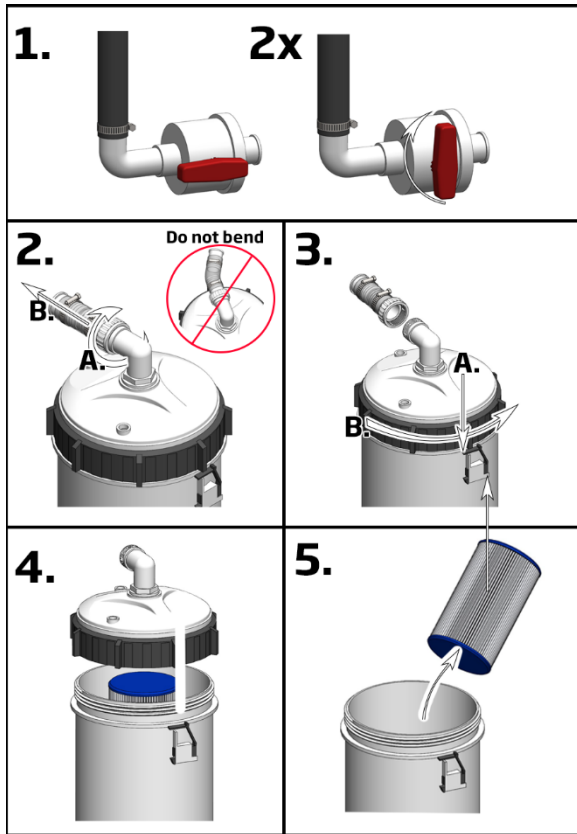

Bild 7 - Avlägsna patronen
2. Stäng ventilerna (2 st.), (1./ Bild 7)
5. Öppna snabbkopplingen på utloppsslangen (2.-3. / Bild 7)
6. Lossa låsringen genom att först varsamt trycka ned den svarta låsklämman och sen skruva låsringen moturs, den kan vara trög att lossa. (3./ Bild 7)
7. Öppna locket, kan sitta hårt (4./ Bild 7)
8. Avlägsna filterpatronen och rengör höljet vid behov (5./Bild 7)